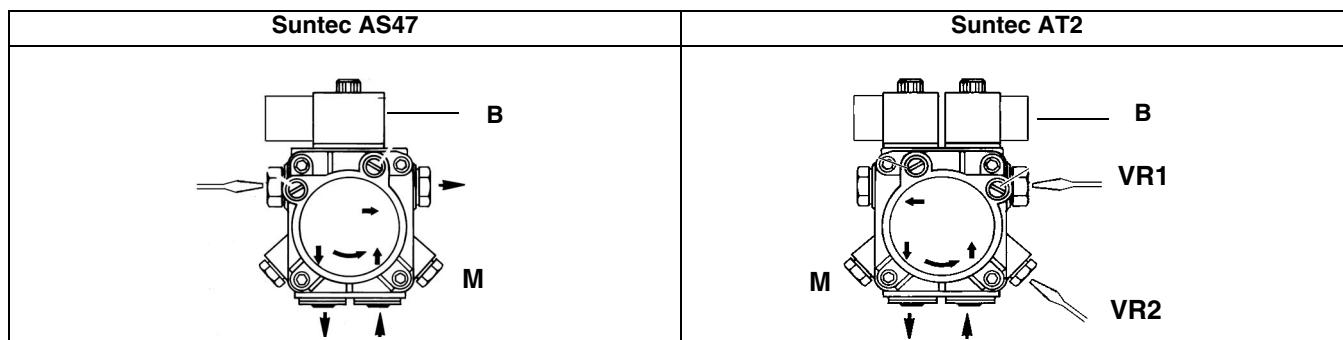

Рис. 21
- 6 (только для горелок **HS18**) для того, чтобы отрегулировать запуск на уменьшенной мощности, на фазе предварительной продувки отрегулировать давление на насосе с помощью винта **VR1** (Рис. 21), на основании расхода, требуемого при розжиге (например 9-10 бар), никогда не опускаясь ниже 8 бар.
- 7 (только для горелок **HS18**) после фазы розжига, электронный блок контроля пламени дает команду на ввод в действие второй ступени (пламя в режиме): отрегулировать давление на насосе с помощью винта **VR2** (Рис. 21), на основании требуемого расхода, (например 17-18 бар), никогда не превышая давление свыше 18 бар.
- 10 заново подсоединить катушку **B** к насосу (Рис. 21);